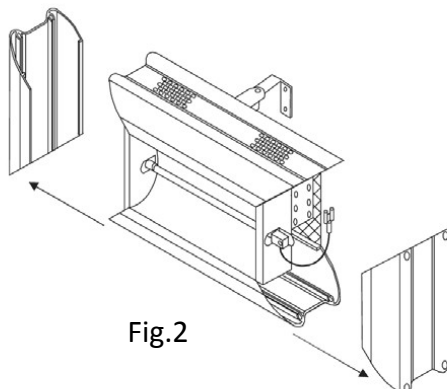

Fig.2
3. Estrarre le due pareti laterali. (fig.2)
3. Die Seitenteile abnehmen. (Abb.2)
3. Extraer las dos paredes laterales.(fig.2)